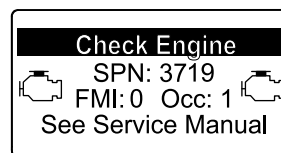

Figura 57
- Advertencia del motor SPN 3719, FMI 0 (Figura 57)